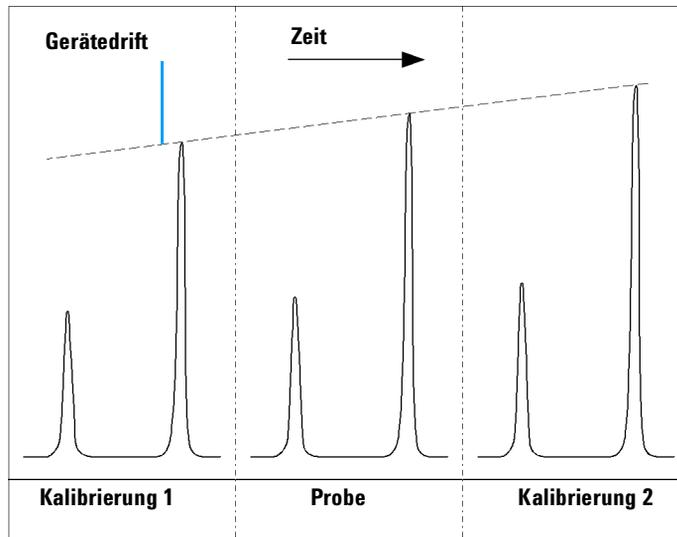

Abbildung 43 Umschließende Kalibrierung
- Die zweite Injektion ist eine Probe gemäß Abbildung 43 auf Seite 219.
Zur Berechnung eines möglichst exakten Ergebnisses für die zweite Injektion (der Probe) muss zwischen den beiden Kalibrierungen eine Interpolation durchgeführt werden, wie in Abbildung 43 dargestellt. Dieser Prozess wird als umschließende Kalibrierung (Bracketing) bezeichnet.